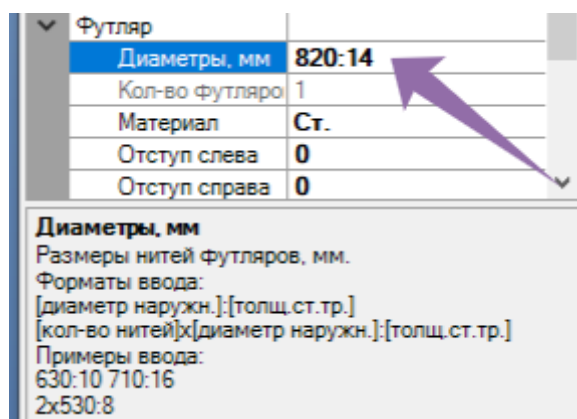

Рис. 5. Ввод диаметра(ов) для футляра(ов) участка.
**«Диаметр».** В сравнении участвует полное выражение формата ввода диаметра(ов) футляра(ов) (см. рис. 5). Так как в сравнении диаметра принимает участие полное выражение параметра, то нет необходимости вводить дополнительной параметра подобия «толщина стенки».